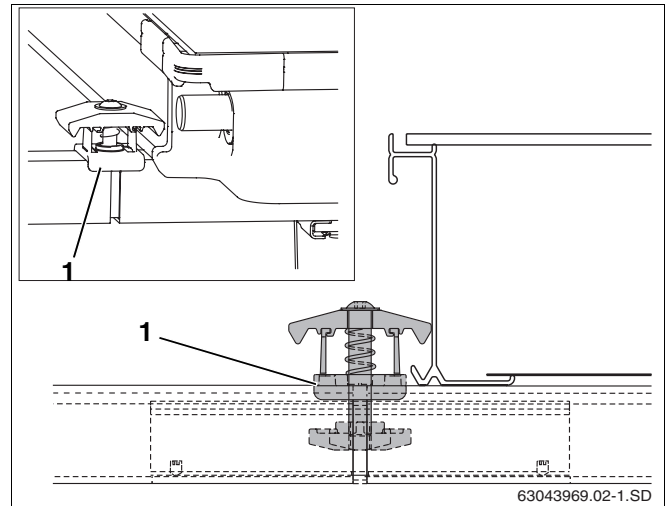

Fig. 47 Montar o tensor de colector bilateral
- ▶ Colocar o tensor de colector bilateral com a porca à frente na abertura do perfil e do ligador de encaixe, de tal forma que agarre o suporte distanciador de plástico (fig. 47, **item 1**) envolvendo o perfil.